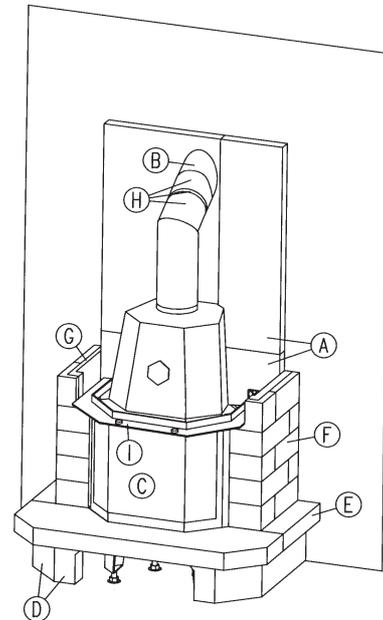

Abb. 7
- 11.3 Stecken Sie Bogen und Rauchrohr zusammen und dichten Sie den Rauchrohrbogen mit Kesselkitt (gut durchrühren) an dem Rauchgasstutzen ein. Legen Sie dazu eine dünne Schicht Kesselkitt um den Stutzen. Auch alle Rauchrohrverbindungen untereinander und die Segmente der Rauchrohrbögen werden mit Kesselkitt abgedichtet. Um die Verbindung zwischen Rauchrohr und Rauchrohrbogen wird jeweils eine Klemmschelle gezogen. **(Abb. 7)**